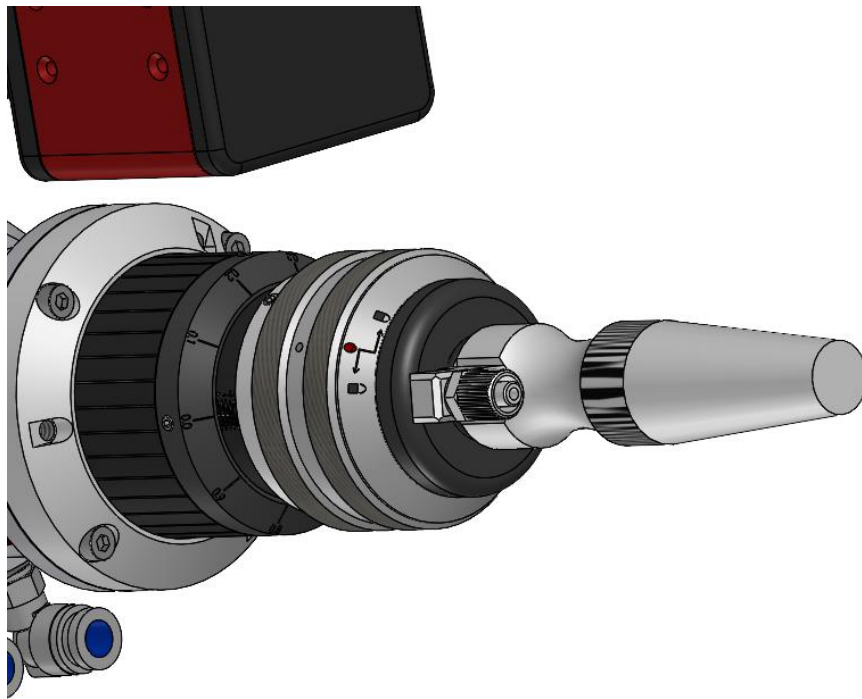

图2.0
- ⑤ 顺时针方向旋至极限位置（可以感觉到“噔”的一声），向上提起旋转螺母，再次顺时针旋转螺母直至压紧光纤头，将QBH连接器拧至锁紧状态（注意转到位即可，不要大力拧动，否则可能会损坏QBH内部结构），如图2.0所示：